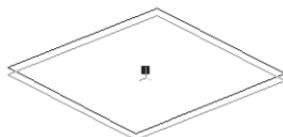

Рис. 258
- на панели Свойств в поле **Расстояние** введите значение смещения 2 мм (расстояние от основания вазы до следующего элемента). Направление смещения – . Прямое, т.е. вверх. На экране появится фантом создаваемой плоскости (рис. 258);